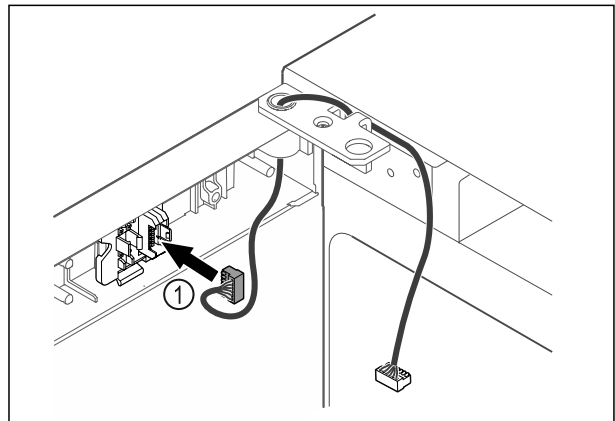

Fig. 43
- Utaknite utikač Fig. 43 (1) u držač utikača.